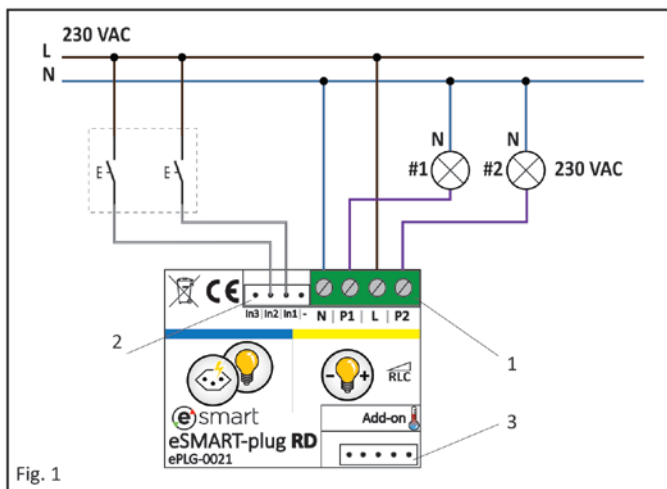

Fig. 1
L'eSMART-plug est composé de 4 bornes à visser (1, Fig.1), 1 connecteur d'entrée (2, Fig.1) et 1 connecteur d'extension (3, Fig.1). L'eSMART-plug se raccorde sur le réseau électrique 230 V AC/50 Hz.
- Raccordez l'alimentation 230 V AC (1, Fig.1) sur les bornes P et N. Respectivement, la Phase sur la borne P et le Neutre sur la borne N, comme indiqué sur le schéma.
- Raccordez les charges #1 et/ou #2 (1, Fig.1) sur les bornes P1 et P2. Respectivement, la charge #1 sur la borne P1 et/ou la charge #2 sur la borne P2, comme indiqué sur le schéma.
- Raccordez chaque entrée du eSMART-plug avec le connecteur à deux fils (2, Fig.1) sur un interrupteur/poussoir [voir "Données Techniques"]. Respectivement, le fil in1 active le canal 1 et le fil in2 active le canal 2 de l'eSMART-plug.
- Le cas échéant, connecter la sonde de température (3, Fig.1) sur le connecteur prévu à cet effet.
Das eSMART-plug hat 4 Schraubklemmen (1, Abb. 1), 1 Eingangsanschluss (2, Abb. 1) und 1 Erweiterungsanschluss (3, Abb. 1). Das eSMART-plug wird an das Stromnetz 230 V AC/50 Hz angeschlossen.
- Schließen Sie die Stromversorgung 230 V AC (1, Abb. 1) an die P- und N-Klemmen an, nämlich Phase an Klemme P und Neutral an Klemme N, wie in der Abbildung dargestellt.
- Schließen Sie die Lasten # 1 und / oder # 2 (1, Abb. 1) an die Klemmen P1 und P2 an. D.h., Last # 1 an Klemme P1 und / oder Last # 2 an Klemme P2, wie in der Abbildung dargestellt.
- Schließen Sie jeden Eingang des eSMART-plug über einen Schalter/Taster an den zweipoligen Anschluss an (2, Abb. 1) [siehe "Technische Daten"]. D.h., die Litze in in1 aktiviert Kanal 1 und die in in2 Kanal 2 des eSMART-plug.
- Schließen Sie gegebenenfalls den Temperatursensor (3, Abb. 1) an den hierfür vorgesehenen Anschluss an.
The eSMART-plug has 4 screw terminals (1, Fig. 1), 1 input connector (2, Fig. 1), and 1 expansion connector (3, Fig. 1). The eSMART-plug is to be connected to the 230 V AC/50 Hz mains.
- Connect the power supply 230 V AC (1, Fig. 1) to the P and N terminals, namely Phase to terminal P and Neutral to terminal N, as shown in the illustration.
- Connect loads # 1 and / or # 2 (1, Fig. 1) to the P1 and P2 terminals. I.e., load # 1 to terminal P1 and / or load # 2 to terminal P2, as shown in the diagram.
- Connect each input port of the eSMART-plug with the two-wire connector (2, Fig. 1) via a switch/push button [see "Technical Data"]. I.e., the wire in in1 activates channel 1, and the wire in2 activates channel 2 of the eSMART-plug.
- If appropriate, connect the temperature sensor (3, Fig. 1) to the connector provided for that purpose.